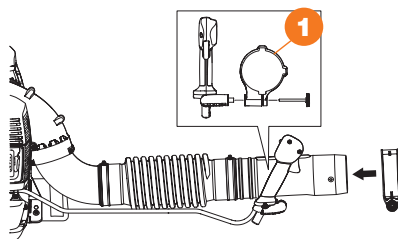

Рис. 3
- Снимите ручку с держателя рукоятки ①, выровняйте держатель рукоятки с выпуклостью трубки (Рис. 3).